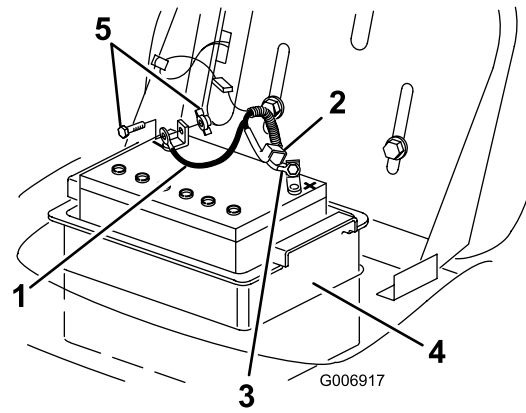

Figura 24
4. Desconecte el cable negativo de tierra (negro) del borne de la batería (Figura 24).
5. Deslice hacia arriba la cubierta de goma del cable positivo (rojo). Desconecte el cable positivo (rojo) del borne de la batería (Figura 24).
6. Retire la caja de la batería y la batería del chasis (Figura 24).
1. Coloque la batería en la caja de la batería e instálela en el chasis (Figura 24).
2. Usando el perno, las arandelas y la tuerca, conecte el cable positivo (rojo) al borne positivo (+) de la batería (Figura 24).
4. Usando el perno y la tuerca de mariposa, conecte el cable negativo (negro) al borne negativo (-) de la batería (Figura 24).